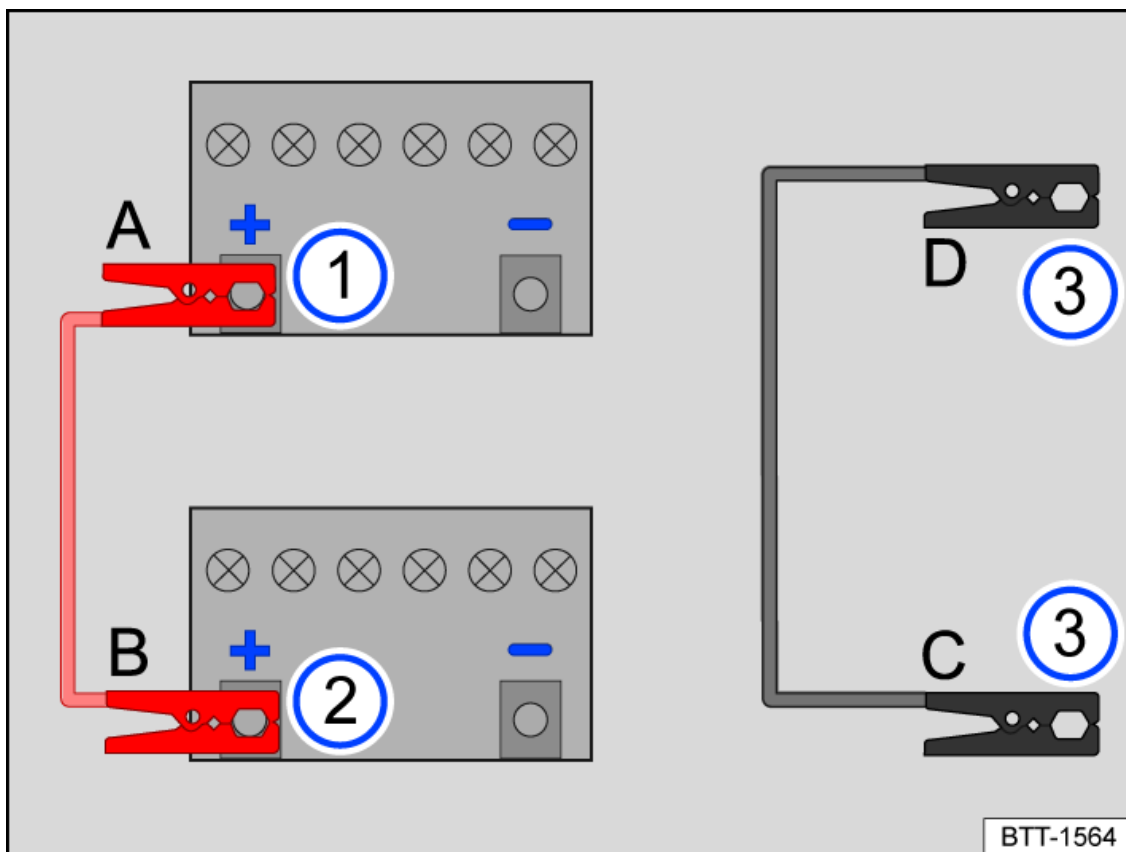

Fig. 1 Schema per il collegamento dei cavi per l'avviamento di emergenza
Collegare i cavi per l'avviamento di emergenza solo nella sequenza **A - B - C - D** → *fig. 1*.
3. Collegare un'estremità del cavo *rosso* al polo positivo (+) della batteria da 12 volt scarica → *fig. 1* (1) → ⚠.
4. Collegare l'altra estremità del cavo *rosso* al polo positivo + del veicolo che fornisce la corrente → *fig. 1* (2).
5. Collegare un'estremità del cavo *nero C* preferibilmente a un punto di avviamento di emergenza a massa, altrimenti a un elemento massiccio metallico, avvitato saldamente al blocco motore, oppure al blocco motore stesso del veicolo che fornisce la corrente → *fig. 1* (3).
6. Collegare l'altra estremità del cavo *nero D* del veicolo con la batteria da 12 volt scarica preferibilmente al punto di collegamento a massa, altrimenti a un elemento metallico massiccio, avvitato al blocco motore, oppure al blocco motore stesso → *fig. 1*, → ⚠.
2. Scollegare i cavi per l'avviamento di emergenza con i motori accesi e solo nella sequenza **D - C - B - A** → *fig. 1*.